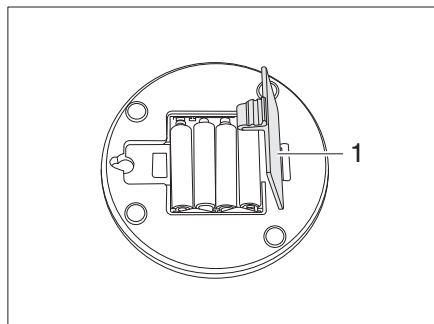

Bild 301 Leuchte im Aufstelldach
- Batteriefach (Bild 301,1) öffnen und Batterien entnehmen.
- Neue Batterien einsetzen und Batteriefach (Bild 301,1) schließen.